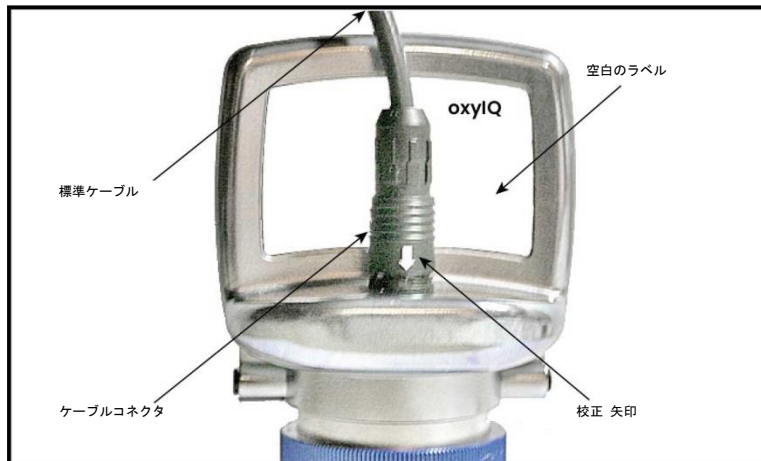

図 5: oxy.IQ ケーブルおよびコネクタ
1. oxy.IQ に適切なケーブルを接続します（下図 5 参照）。必ずケーブルコネクタの白い矢印と oxy.IQ コネクタの白い矢印の位置を合わせ、ケーブルコネクタの先端を電子モジュールの後ろの組み合わせコネクタ上に、カチッと音がするまで、まっすぐ下に押し込みます。